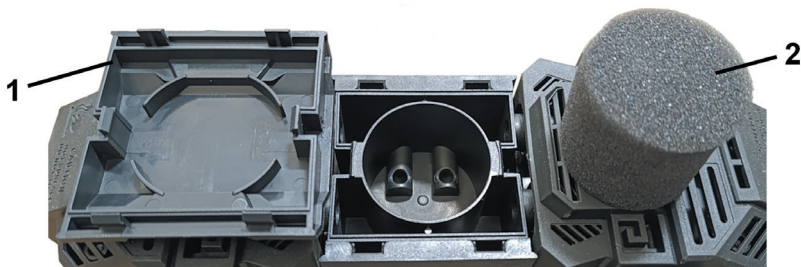

Рис. 19
1. Снимите крышку воздушного фильтра 1 (рис.19), имеющую 6 внутренних защелок с поршневого блока компрессора.